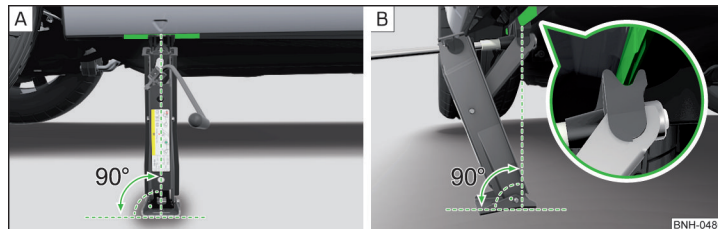

Abb. 154 Prinzipdarstellung: Wagenheber ansetzen
- › Die Grundplatte des Wagenhebers mit ihrer gesamten Fläche auf einem geraden Untergrund abstützen und sicherstellen, dass sich der Heber in senkrechter Position zum Aufnahmepunkt befindet » Abb. 154 - A.
- › Den Wagenheber unter dem Aufnahmepunkt mit der Kurbel so weit hoch drehen, bis seine Klaue den Steg umfasst » Abb. 154 - B.